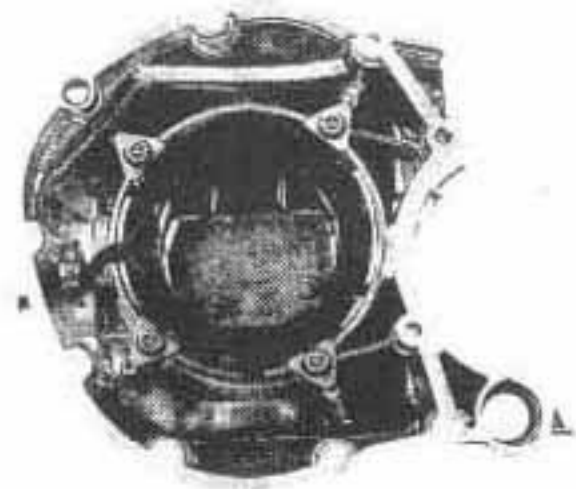

Fig. 23
**Nota** - Durante la rimozione del coperchio è necessario fare molta attenzione a non danneggiare lo statore del generatore, che è solidale col coperchio stesso (fig. 23).
**Note** - Be very careful not to damage the generator stator (which is secured to the cover) when removing the timing gear cover (fig. 23).